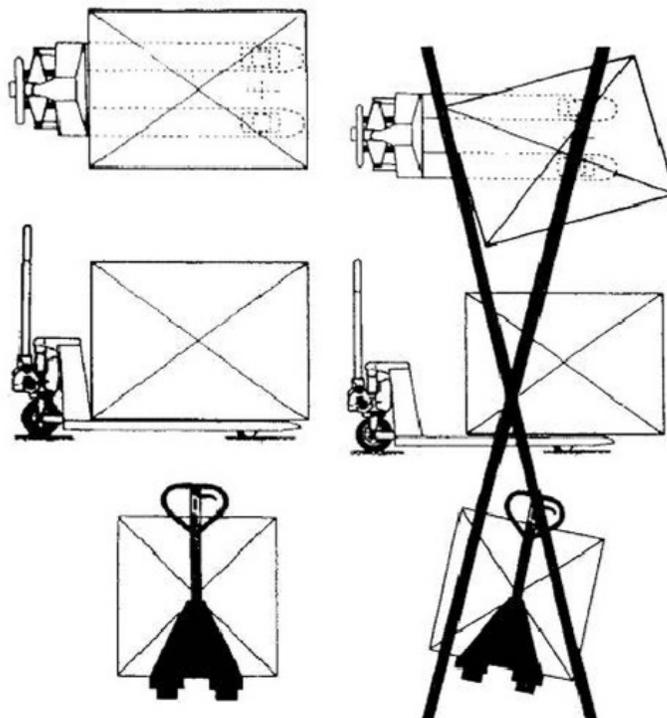

Fig. 6
5.2 La forma de cargar correctamente mercancía se muestra en la fig. 6.